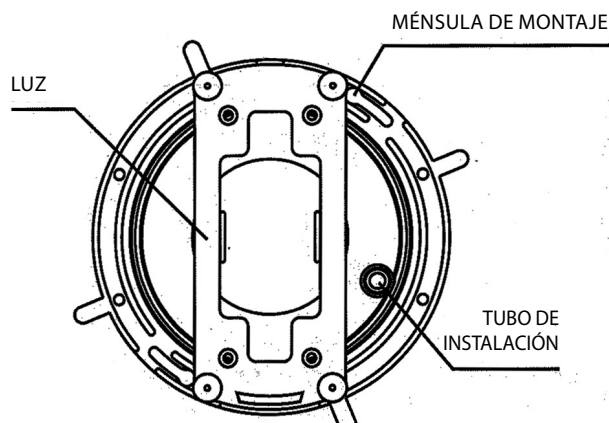

Imagen 2
2. Conecte el tubo de instalación al centro de la pauta de montaje separadora (a la izquierda de la ménsula), véase imagen 2.